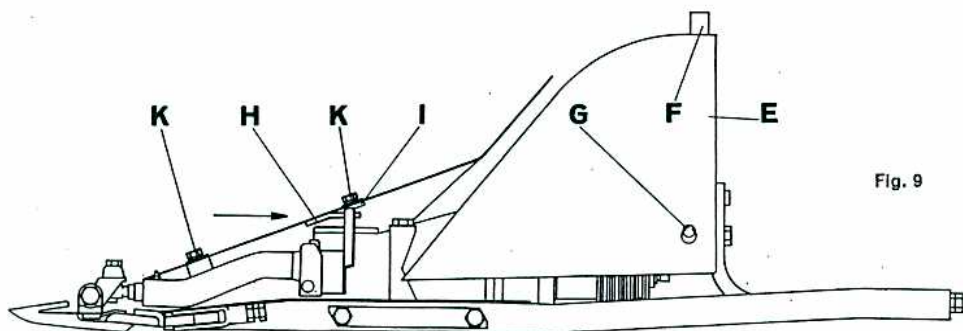

Fig. 9
6. Deksel for kilereimane (Fig.9)
7. Svingaren (Fig.9)